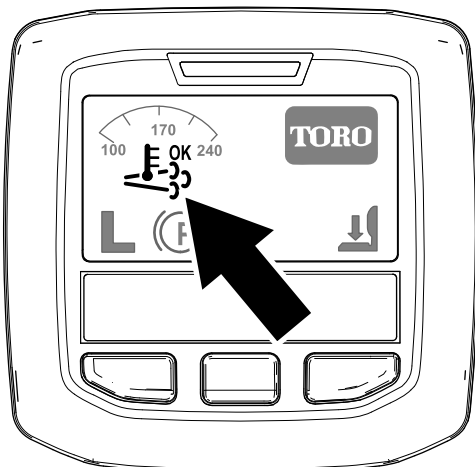

図 24
- インフォセンターに、アシスト/リセット再生アイコンが表示されます 図 24。